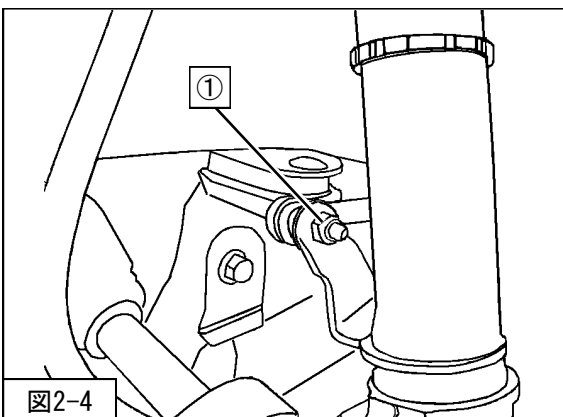

図2-4
5. AFS装着車は、左側フロントサスペンションASSY（同梱品）に①AFSセンサ取付ナット（締付トルク：9.8N・m）を取付けてください。（図2-4）